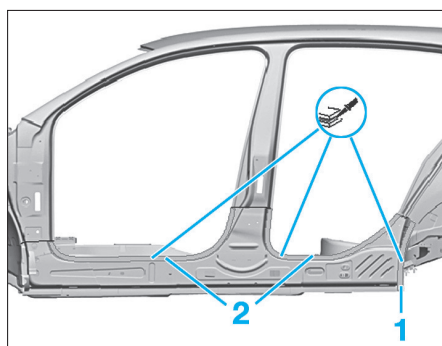

FIG. 102
- Appliquer de la colle bicomposant pour carrosserie dans les zones (1) (deux cordons respectifs de $\varnothing 4 \text{ mm}$ environ), (2) (un cordon respectif de 4 mm de diamètre environ) (Fig.102).